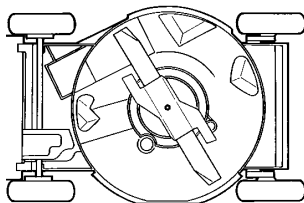

Figure 21
3. Basculer la tondeuse sur le côté gauche (Fig. 21). Eviter de faire tourner la lame, pour ne pas provoquer de problèmes de démarrage.